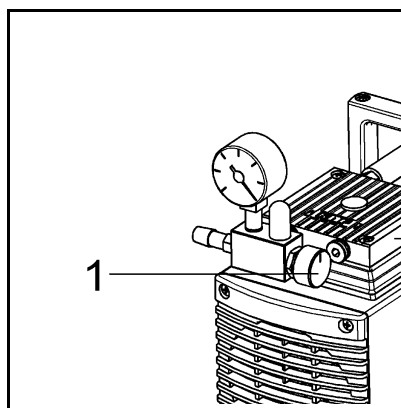

Fig. 8: valvola di regolazione fine
- ➔ Regolare la portata della pompa agendo sul pulsante della valvola di regolazione fine (v. fig. 8/1).